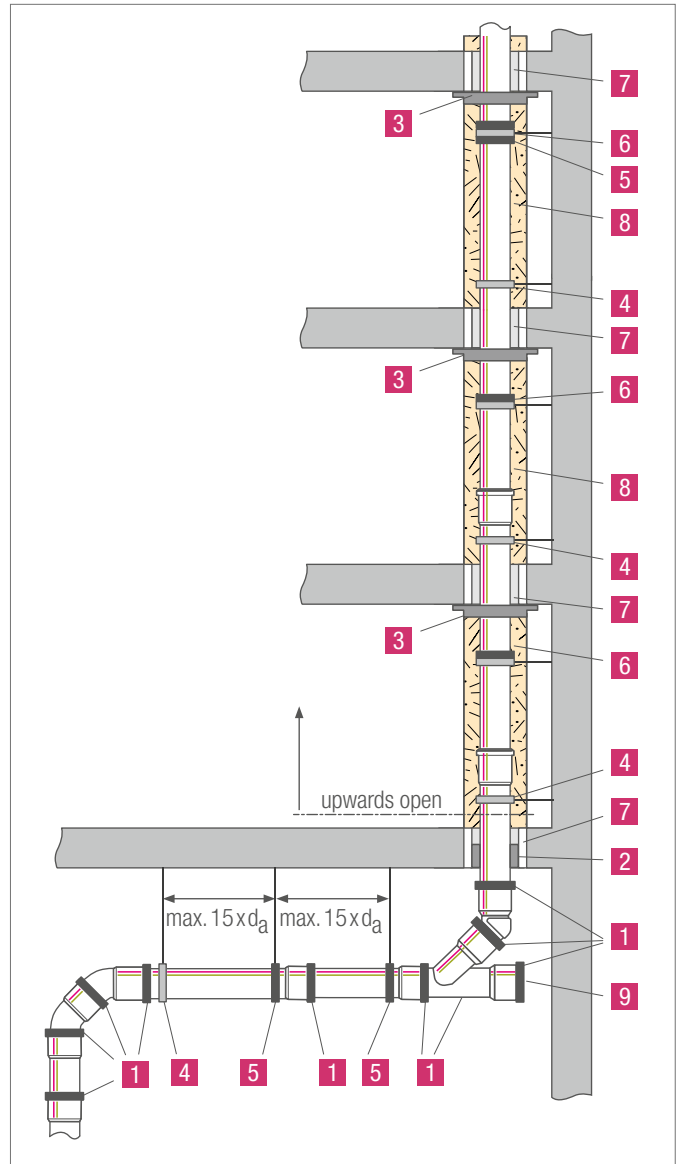

Fig. 4-1 Internt dreneringsrør
Et eksempel på oppsett av regndreneringsrør med forskyvning er vist i fig. 4-1.
Alle muffeskjøter må sikres av push-fit-lås (1) slik at de ikke sklir fra hverandre. Push-fit-låser trengs ikke for vertikale rørledninger som er åpne øverst (se markeringen i fig. 4-1).